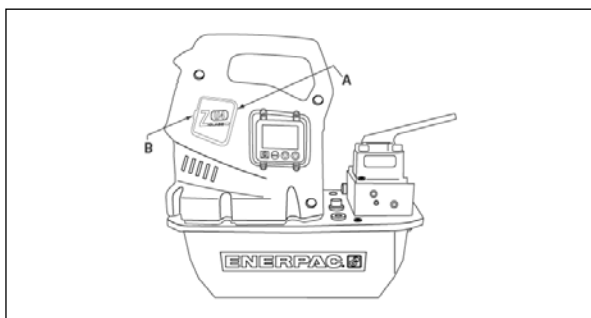

Abb. 11, Entfernen der Bürstenkappe
- Entfernen Sie beide Bürstenkappen (A), indem Sie die Bürstenkappenverriegelung biegen (B) und vorsichtig nach außen bewegen (siehe Abb. 11).